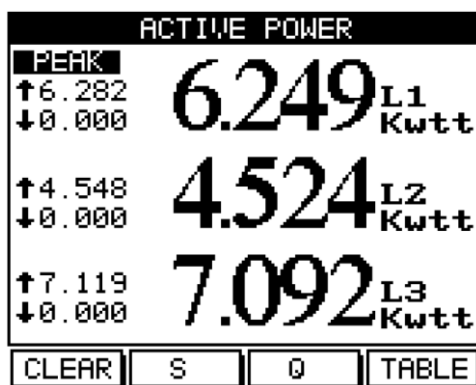

Рис. 5.4
2. Нажмите «Enter». На дисплее появится экран значений активной мощности (рис. 5.4):
2. Нажмите «Enter». На дисплее появится экран значений активной мощности (рис. 5.4).